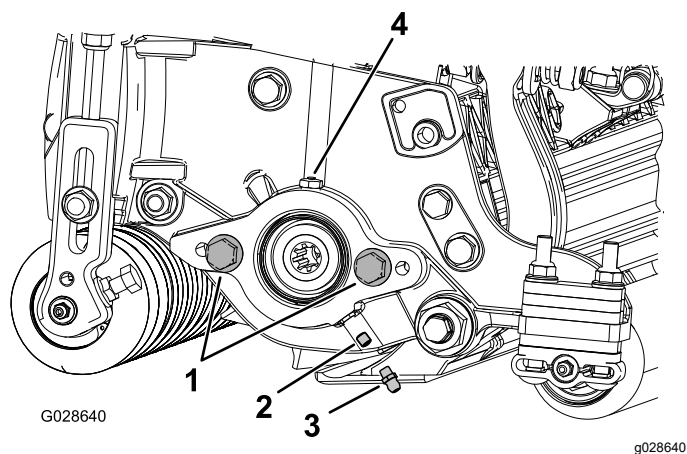

Figura 6
1. Rimuovete ed eliminate la vite di fissaggio sulla piastra laterale del motore a cilindri (Figura 6).
2. Montate il raccordo per ingrassaggio diritto (Figura 6).
3. Qualora non ci siano viti a testa cilindrica sulla piastra laterale del motore a cilindri, montatele (Figura 6).
5. Montate il motore a cilindri, e lubrificate la piastra laterale fino a quando non fuoriesce grasso lubrificante in eccesso dalla bocchetta per ingrassaggio (Figura 6).